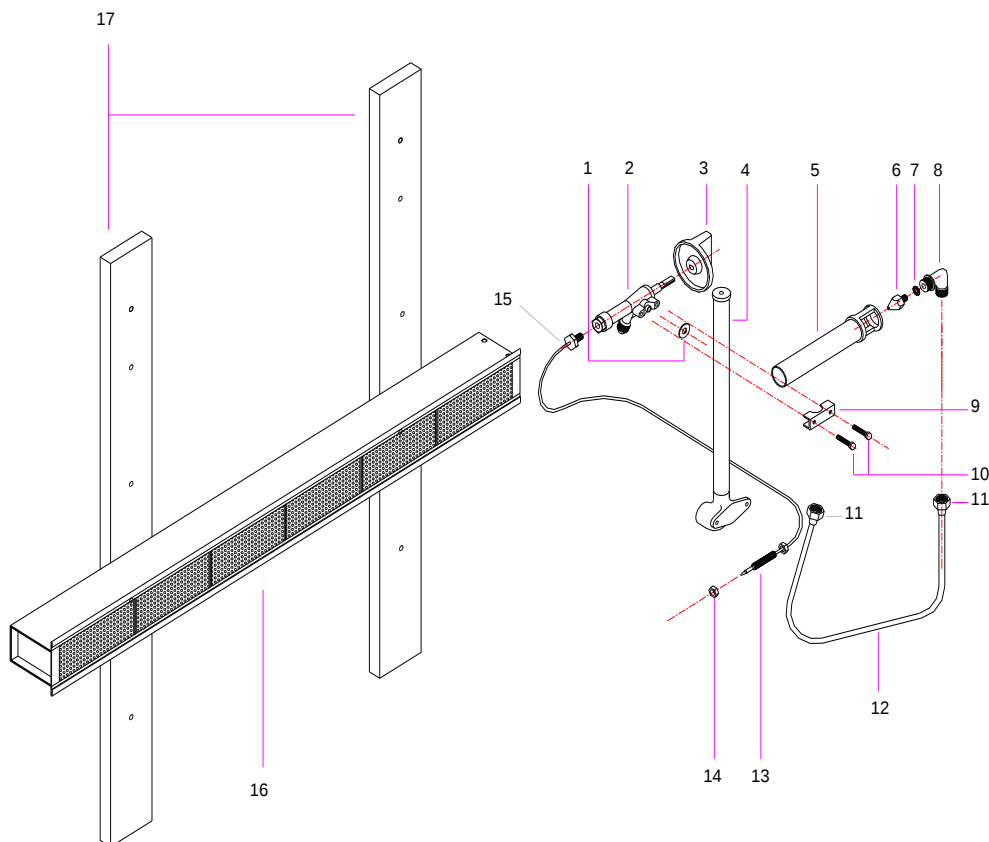

Fig.11
- e) Retirez le tube 12 et le thermocouple 13 Fig. 11 correspondant à la valvule du brûleur que vous voulez changer en retirant les écrous 11 et 14.